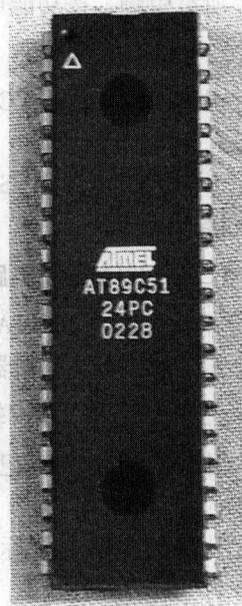
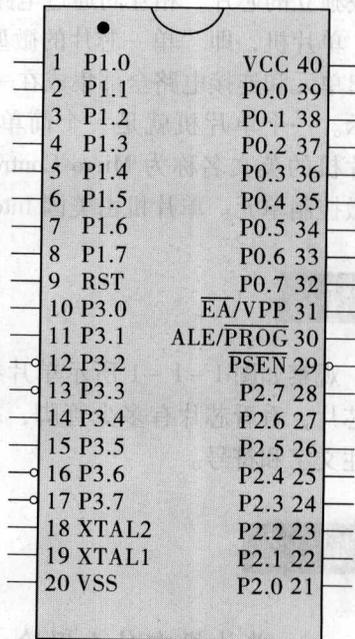

图 1-1-1 单片机芯片
图 1-1-2 AT89C51 引脚图
单片机，即“单一芯片的微型计算机”，是把中央处理单元、存储器单元、输入/输出单元和连接电路全部集成在一片芯片内，这片芯片就被称为单片机，如图 1-1-1 所示。一个单片机就是一个简单的微型计算机。在国际上，单片机的英文名称为 Micro Controller Unit，缩写为 MCU，意为微控制单元。单片机由美国 Intel 公司发明。
观察如图 1-1-1 所示单片机芯片或老师给大家的单片机芯片，看看芯片有多少管脚，芯片上有什么标记，有什么标注文字和符号。
如图 1-1-1 所示，AT89C51 是标准的双列直插式集成电路 (IC) 芯片，共有 40 只引脚。该芯片引脚的编号和标记如图 1-1-2 所示。